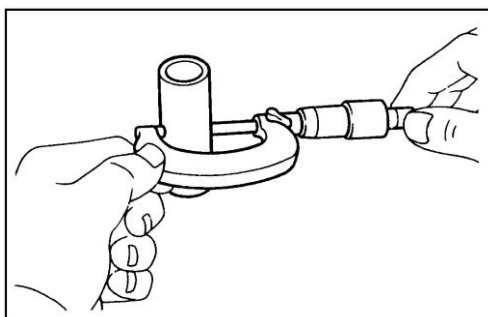

Рисунок II-210
2) Замерьте внешний диаметр поршневого пальца при помощи микрометра. (см. Рисунок II-210 и Таблицу II-23)